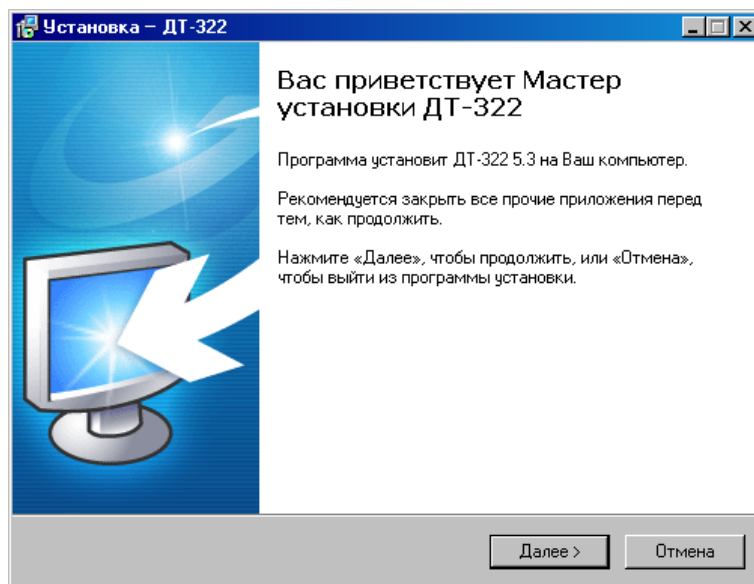

Рис.10. Первое диалоговое окно
- После запуска программы Setup на экране монитора появится диалоговое окно с приглашением в программу установки ДТ-322 и рекомендациями по дальнейшим действиям (Рис.10).